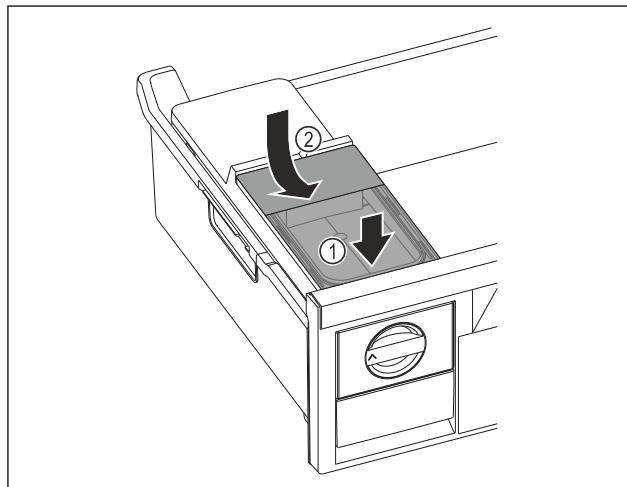

Fig. 77
- Placer le réservoir d'eau à l'avant. Fig. 77 (1)
► Abaisser le réservoir d'eau à l'arrière. Fig. 77 (2)